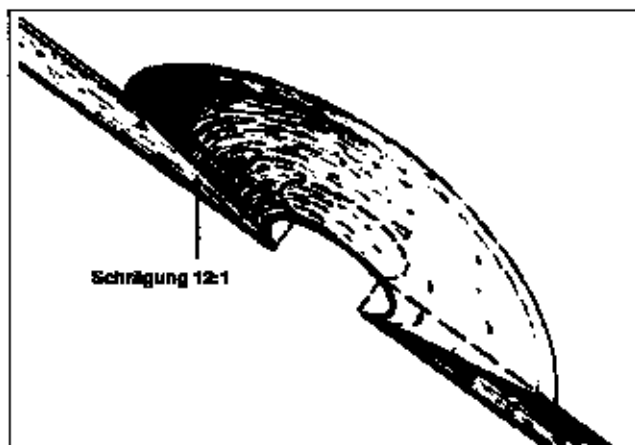

Abb. 3-1 Schleifen Sie um das Loch eine Schrägung im Verhältnis 12:1, auch wenn der Schaden die Platte nicht in voller Stärke durchdrungen hat.
2. Schleifen sie nun die Schrägung an, damit für den Reparatur-Flicken ausreichend Kontaktfläche erzeugt wird. Diese Schrägung soll wenigstens 12:1 betragen, um die Kräfte wirklich sicher zu übertragen (Abb. 3-1). Um ein Beispiel zu nennen: Wenn das Laminat 6 mm dick ist, sollte die Schrägung wenigstens 72 mm breit sein. Ist das Laminat dünner, empfiehlt sich eine größere Schräge als 12:1.